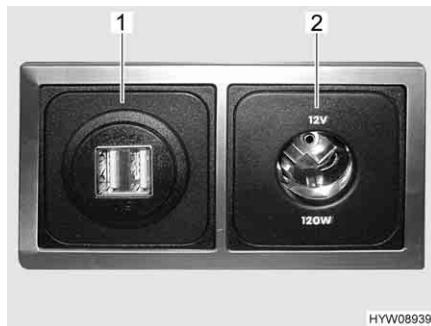

Fig. 105 Presa USB e 12 V
**Presa USB** È possibile caricare le batterie di dispositivi con corrente di carica fino a 2,5 A, collegando i dispositivi alle prese USB (Fig. 105,1).
**Presa a 12 V** Le prese da 12 V (Fig. 105,2) consentono di collegare apparecchi con consumo di corrente massimo pari a 10 A (potenza pari a 120 W).